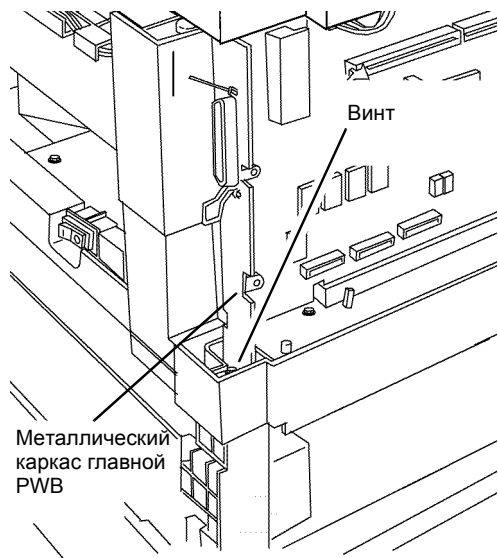

Рисунок 3 Винт в металлическом каркасе главной PWB
2. Проверьте металлический каркас главной PWB (Рисунок 3).
- Проверьте, что в каркас главной PWB завернут винт (Рисунок 3).